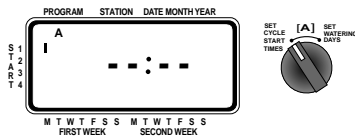

Abb. 5: LCD-Anzeige mit Startzeit
- Drehen Sie die Wählscheibe, um die Position **CYCLE START TIMES** (Zyklus-Startzeit) im einrichtenden Programm einzustellen. Auf der Anzeige erscheint ein **A** oder **B** je nachdem welches Programm Sie gewählt haben. Auf der Anzeige erscheint **— : —** und ein blinkender Cursor erscheint an der **START 1**-Position [siehe Abb. 5].